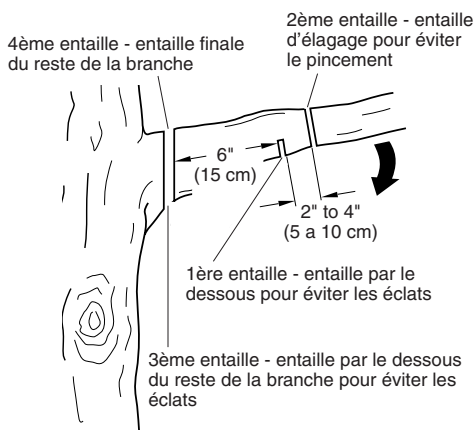

Figure 18 - Coupe d'une branche
1. Faire la première entaille à 15 cm (6 po) du tronc, sur le dessous de la branche. Utiliser le haut de la guide-chaîne pour faire cette entaille. Couper sur 1/3 du diamètre de la branche. (voir la Figure 18.)